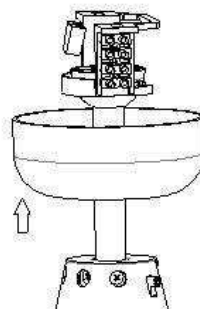

Abb..3
- 1) Heben Sie den Ventilator vorsichtig zur Decke hoch, setzen Sie das Kugelgelenk des Hängerohrs in die vorgesehene Stelle in der Deckenplatte ein und lassen Sie es einrasten. Abb. 3